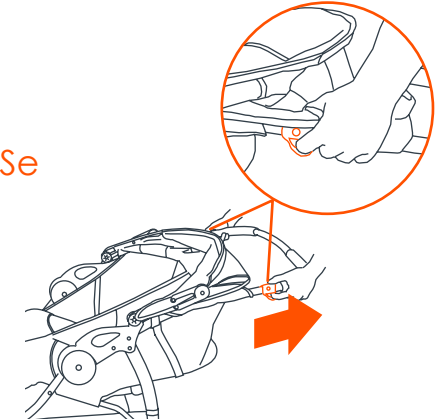
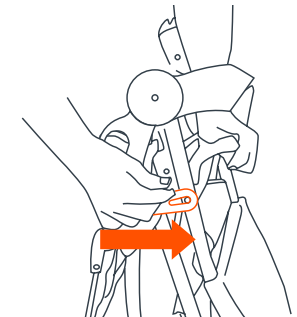

Fig. 18a
Fig. 18b
- El carrito se plega tirando simultáneamente de cada gatillo (Fig. 18a). Cuando se sueltan los pestillos para plegar el carrito, el manubrio comienza a caer al suelo. Suelte los botones para plegar el carrito y presione hacia abajo el manubrio hasta que el carrito esté completamente plegado. El carrito se asegura en la posición plegada por el bloqueo que esta localizado en el lado derecho del carrito sobre el remache que sobresale del armazón (Fig. 18b).